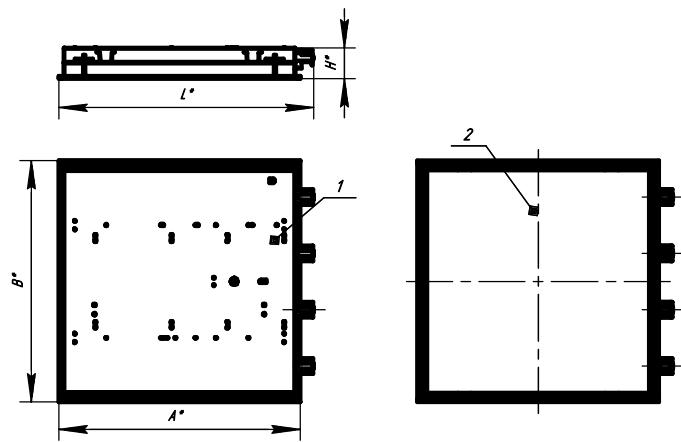

Рисунок 1: 1. Корпус в сборе,
4.1 Светильник состоит: из корпуса в сборе поз.1, в котором размещена электрическая схема; рассеивателя в сборе поз.2 рисунок 1.
- 6.2. Снимите рассеиватель в сборе поз.2 рисунок 1 из пазов скоб, расположенных по углам корпуса поз.1 на 25-30 мм. Рассеиватель в сборе повиснет на четырех пружинах. Выведите поочередно пружины из пазов скоб корпуса и снимите рассеиватель в сборе.
- 6.8. Установите рассеиватель в сборе поз.2 рисунок 1 на корпус поз.1, предварительно вставив концы пружин в пазы скоб корпуса и подсоедините заземляющий провод решётки к корпусу в сборе.